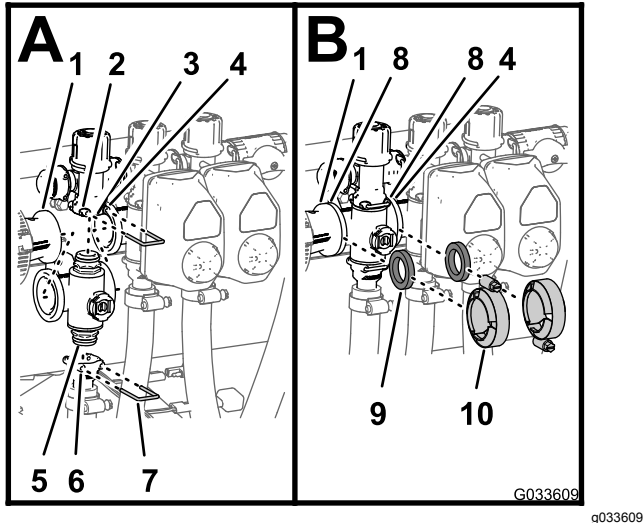

Figura 116
1. Insira a união do tampão superior da válvula do coletor na união da distribuição (A de Figura 116).
2. Prenda a união do tampão à união da distribuição ao inserir uma fixação na entrada da união da distribuição (A de Figura 116).
3. Monte a união de saída na união do tampão inferior da válvula do coletor (A de Figura 116).
4. Prenda a união do tampão à união de saída ao inserir uma fixação na entrada da união de saída (A de Figura 116).
5. Alinhe uma junta entre as flanges do acoplador de redução e do coletor da válvula de secção (B de Figura 116).
6. Monte o acoplador de redução, junta e coletor da válvula de secção com uma braçadeira e aperte bem à mão (B de Figura 116).
7. Se instalar as 2 válvulas de secção mais à esquerda, alinhe uma junta entre as flanges dos 2 coletores da válvula de secção adjacentes (B de Figura 116).
8. Monte os 2 coletores da válvula de secção adjacentes e junta com uma braçadeira e aperte bem à mão (B de Figura 116).